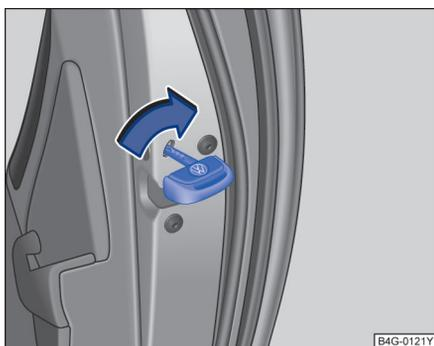

图 49 车门应急上锁装置及汽车钥匙
- 将钥匙头插入开口，然后顺时针旋转一次钥匙头 ⇒ 图 49